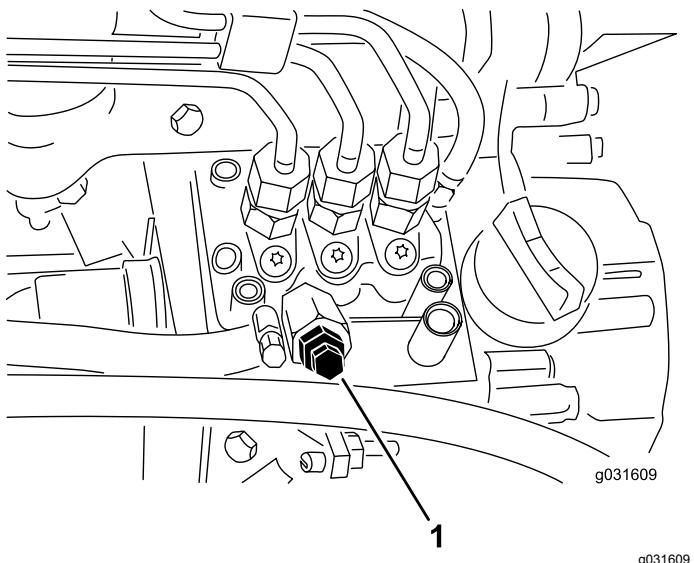

Рисунок 52
- Выверните винт стравливания воздуха из насоса для впрыска топлива (Рисунок 52).